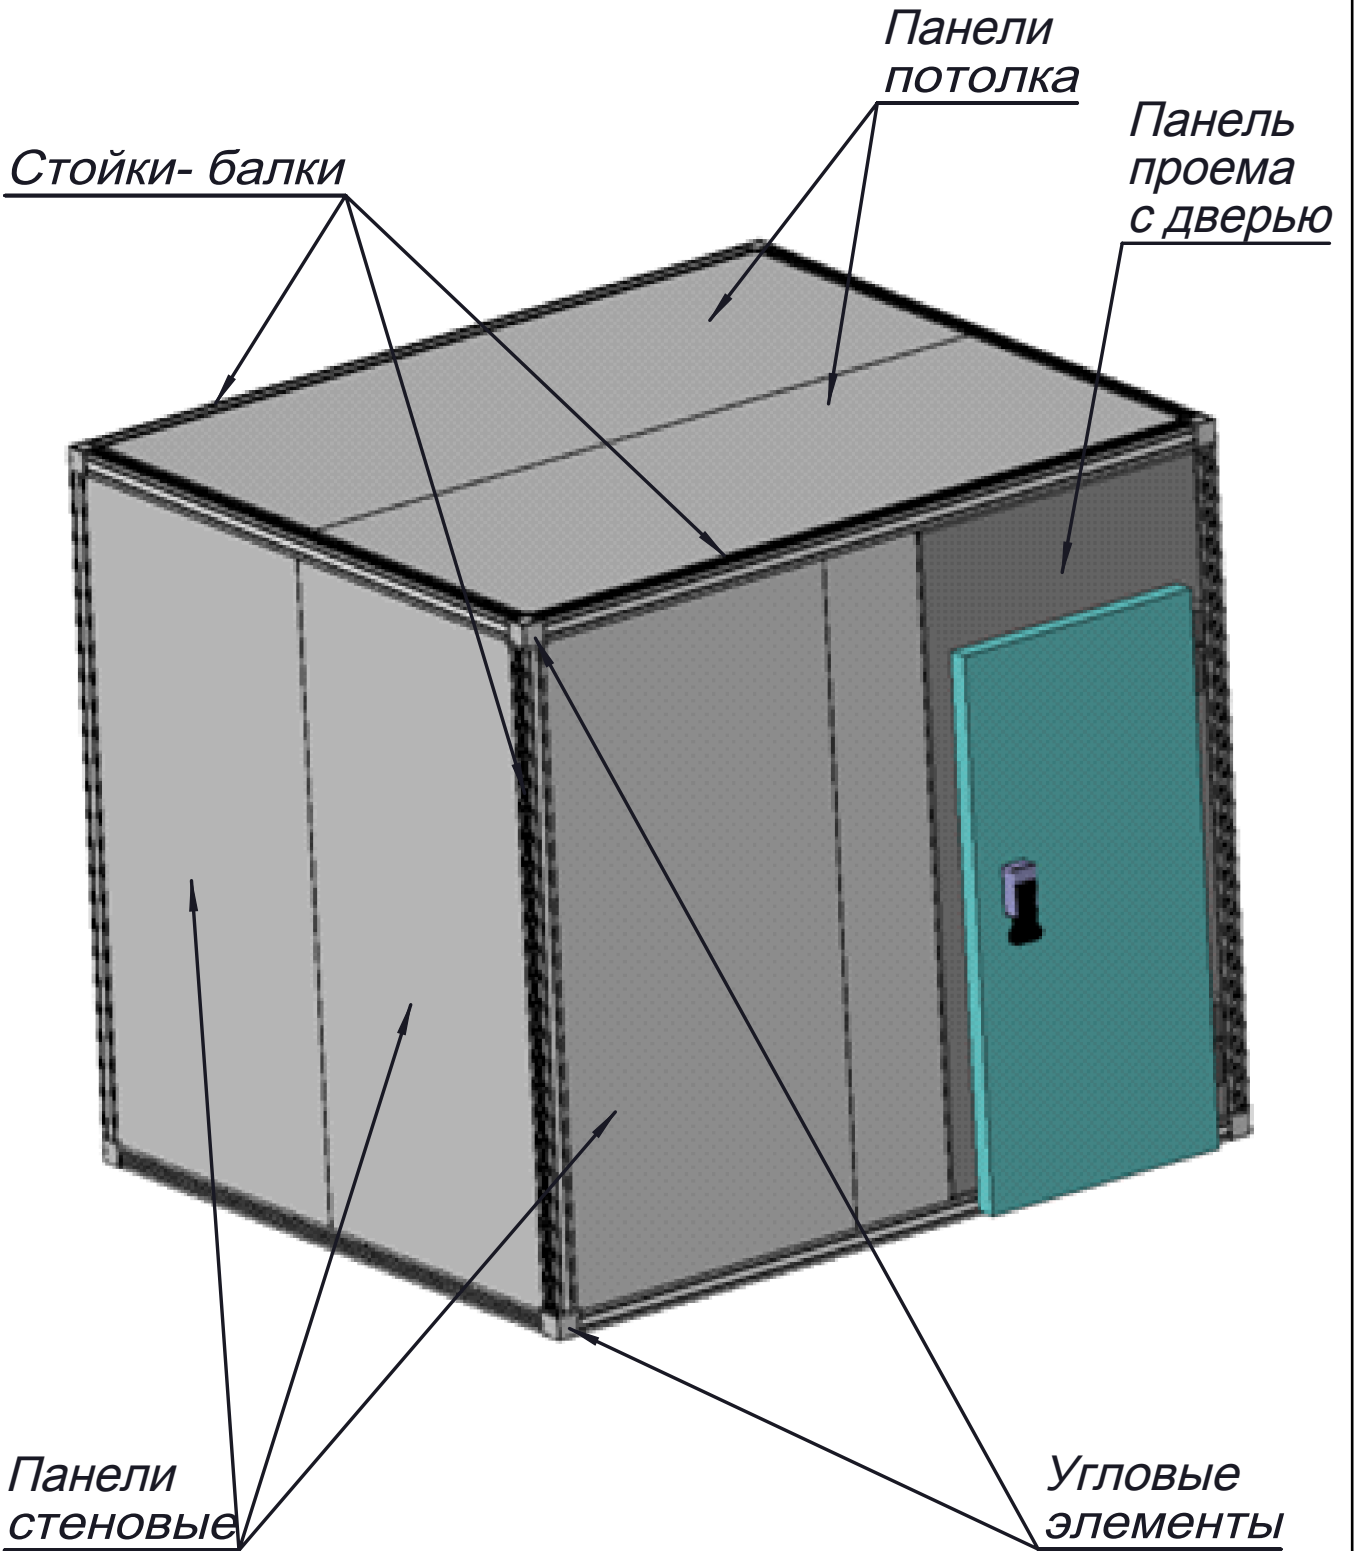

Рис. 1. Камера холодильная (соединение замковое)
1.1. КХЗ состоит, в зависимости от комплектации заказа, из следующих основных элементов (Рис. 1):